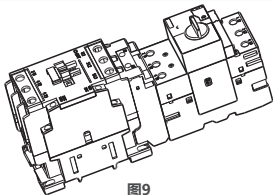

图9
3.2.5 将组装好的接触器、起动器、连接器放置在桌面上，使用一字或十字螺丝刀旋紧起动器上2/T1、4/T2、6/T3接线螺钉，拧紧扭矩分别为2N.m(CC-2(NS2))、6N.m(CC-3(NS2))。安装完成后如图9所示。